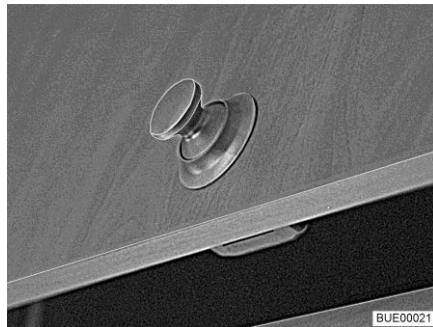
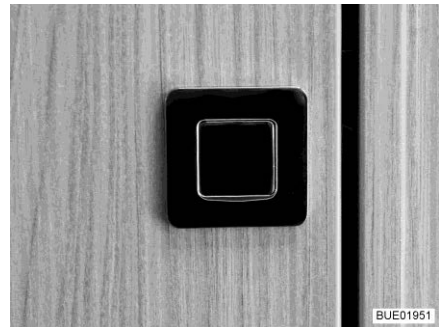

Fig. 64 Trampilla de muebles con botón de presión (redondo)
Fig. 65 Trampilla de muebles con botón de presión (rectangular)
- Pulsar la parte interior de la cerradura. El botón de presión (Fig. 64 o Fig. 65) salta hacia fuera.